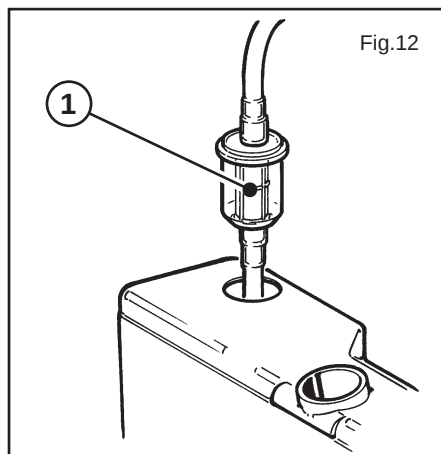

Fig.12
Le moteur électrique est protégé contre les surcharges. En cas d'anomalie dans son fonctionnement, il s'arrête. Attendre 5-10 minutes avant de le rallumer. Si l'anomalie persiste, consulter le chapitre INCONVÉNIENTS ET REMÈDES. Si l'inconvénient persiste de toute façon, suspendre toute utilisation du moteur et s'adresser à un Service d'Assistance Autorisé. En cas de remplissage de l'huile de la pompe, utiliser une huile à gradation SAE 20W40 à base minérale. Quantité contenue: 110 gr. Contrôler périodiquement le filtre du gasoil (fig. 12, pos. 1). S'il est trop usé ou sale, le changer.
Im Fall einer Funktionsstörung bleibt er stehen. Vor dem Neustart 5-10 Minuten warten. Bleibt die Störung bestehen, ziehen Sie das Kapitel STÖRUNGEN UND ABHILFEN zu Rate. Wenn Sie die Störung auch damit nicht beheben können, wenden Sie sich bitte an einen zugelassenen Kundendienst. Soll das Pumpenöl ausgetauscht werden, benutzen Sie ein Öl mit Gradation SAE 20W40 auf Mineralbasis. Ölfüllmenge: 110 gr. Der Treibstofffilter (Abb. 12, pos. 1) muß regelmäßig kontrolliert und bei Verschleiß oder Verschmutzung ausgewechselt werden.